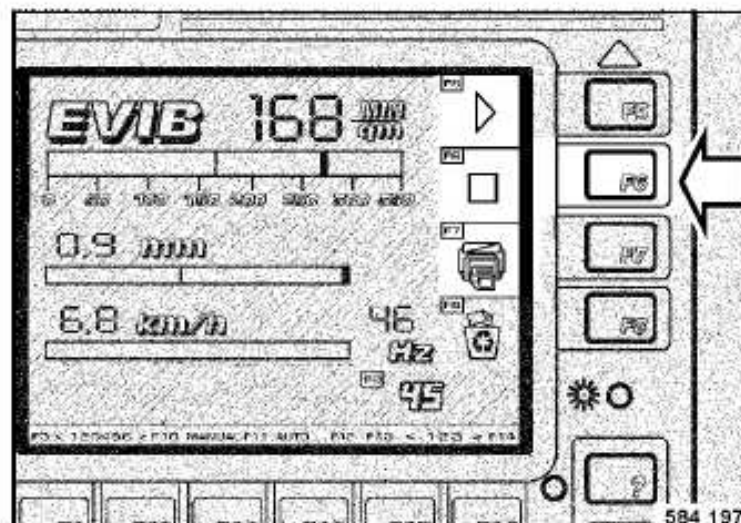

Fig. 84
- En una trayectoria hay que conducir hacia delante y atrás hasta se apaga el campo de control en la izquierda de F5 (Fig. 84) después de pulsar la tecla de stop F6 y se enciende el campo de control F6 que se encuentra debajo.